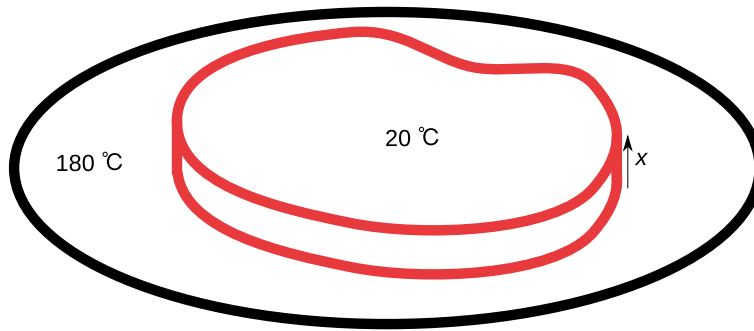
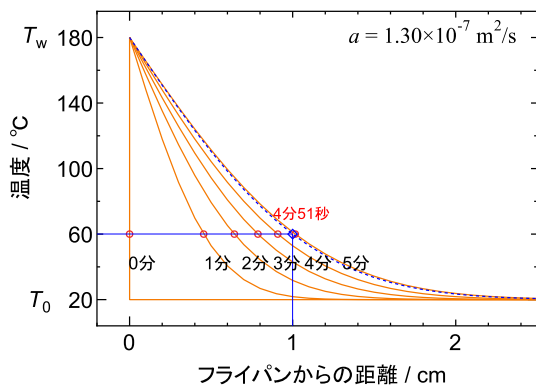
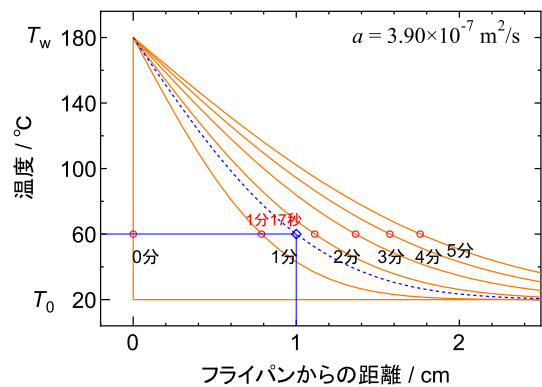

図 2 肉の加熱
図 3 温度分布 (熱拡散率  $a = 1.3 \times 10^{-7} \text{ m}^2/\text{s}$ )
図 4 温度分布 (熱拡散率  $a = 3.9 \times 10^{-7} \text{ m}^2/\text{s}$ )
より詳しく熱拡散率 (温度伝導率)  $a$  (単位:  $\text{m}^2/\text{s}$ ) の意味を考えていき、等温面の伝わる速さを表すことを示す。大きな塊の固体の片面を一定温度で加熱した場合の、固体内の温度の伝わりと熱拡散率との関係を考えてみよう。大きな肉の塊を加熱されたフライパンで焼くことを想像してもよい (図 2)脚注 4。加熱された固体内部の温度の変化と熱拡散率との関係を見てみよう。まず温度分布を計算する。固体は加熱を始めるまでは温度は  $T_0$  で一定で、温度が  $T_w$  で加熱されるとする。経過時間  $t$  (単位:  $\text{s}$ ) は加熱開始を  $t = 0 \text{ s}$  とし、加熱面から垂直に座標  $x$  (単位:  $\text{m}$ ) をとり加熱面を  $x = 0 \text{ m}$  とする。この加熱される固体内の、等温面の動きを見ることで熱拡散率の意味が分かってくる。固体内の温度分布は次式のように余誤差関数  $\text{erfc}$ 脚注 5 で表される (詳細な導出は文末の付録 A に示す)。
肉を焼く例で具体的に計算してみる (図 2)。肉は初め室温で  $T_0 = 20 \text{ }^\circ\text{C}$ 、フライパンと肉の接触面は  $T_w = 180 \text{ }^\circ\text{C}$  で加熱されるとする。肉をフライパンに置いた時間が  $t = 0 \text{ s}$ 、フライパンと肉の接触面が  $x = 0 \text{ m}$  となる。式 (2) から肉の塊 (熱拡散率  $a = 1.3 \times 10^{-7} \text{ m}^2/\text{s}$ ) を加熱した際の加熱直後、1 分後、2 分後、3 分後、4 分後、5 分後の温度分布をそれぞれ赤線で図 3 に示す。どの時刻でも左側のフライパン表面近くで温度が高く、離れるにつれて温度が下がる。また、図中で肉に火の通る (変性する)  $60 \text{ }^\circ\text{C}$  の位置を赤丸で示した。1 分後の温度分布を見る
と、4 mm 程度までは 60°C より温度が高く火が通っていることが分かる。比較のため、同様に熱拡散率が通常の三倍の赤い肉脚注 6 (熱拡散率  $a = 3.9 \times 10^{-7} \text{ m}^2/\text{s}$ ) での温度分布を図 4 に示す。熱拡散率が三倍の赤い肉では、ある位置のある温度に達するまでの時間は三分の一となる。例えば、1 cm の厚さが火が通る (60°C を越える) までの時間は通常肉では 4 分 51 秒 (291 s) (図 3 中青印) だが、三倍肉ではその三分の一の 1 分 17 秒 (77 s) (図 4 中青印) となる。
上式中で右辺の変数は  $Fo$  のみであり、固体内の温度  $T$  はフーリエ数  $Fo$  のみの関数となっている。つまり、ある値の温度に対してはある一つの値のフーリエ数が対応する。このフーリエ数を使って、図 3、図 4 で赤丸で示した肉の塊を焼く際にどこまで火が通るかを計算してみよう。肉は 60°C で焼ける (変性する) ので、 $T_w = 180^\circ\text{C}$ 、
上式から肉の中を  $60\text{ }^\circ\text{C}$  の等温面がどのように移動するかが分かる。図 3 の赤丸と比べてみよう。普通の肉 (熱拡散率  $a = 1.3 \times 10^{-7} \text{ m}^2/\text{s}$ ) で 1 分後 ( $t_{60\text{ }^\circ\text{C}} = 60 \text{ s}$ ) を式 (4) に代入すると、位置  $x_{60\text{ }^\circ\text{C}}$  が  $4.54 \times 10^{-3} \text{ m}$  と図中の赤丸と同じ値が求められる。他の時間でも、どの位置まで  $60\text{ }^\circ\text{C}$  となっているかが同様に求められる。三倍の赤い肉でも熱拡散率  $a = 3.9 \times 10^{-7} \text{ m}^2/\text{s}$  を代入するところで、同様に任意の時間での  $60\text{ }^\circ\text{C}$  となっている位置が求められる。つまり、式 (4) で表されるように熱拡散率は等温面がある時間 ( $t_{60\text{ }^\circ\text{C}}$ ) 経過した際にどれくらい進んでいるか ( $x_{60\text{ }^\circ\text{C}}$ ) を表しており、温度面の移動する速度を表しているとも考えられる。熱拡散率に応じて等温面 (温度) の伝わる (伝導) 速さが変化する脚注 8。このことから温度伝導率とも呼ばれる。ただし、熱拡散率は式 (4) で表されるように、距離 ÷ 時間ではなく距離の二乗 ÷ 時間である。等温面の移動距離の二乗と経過時間の関係が比例関係 (式 (4)) となり、その比例定数が熱拡散率である。そのため、熱拡散率の単位は距離の二乗を時間で割った次元  $[\text{m}^2/\text{s}]$  で表される。